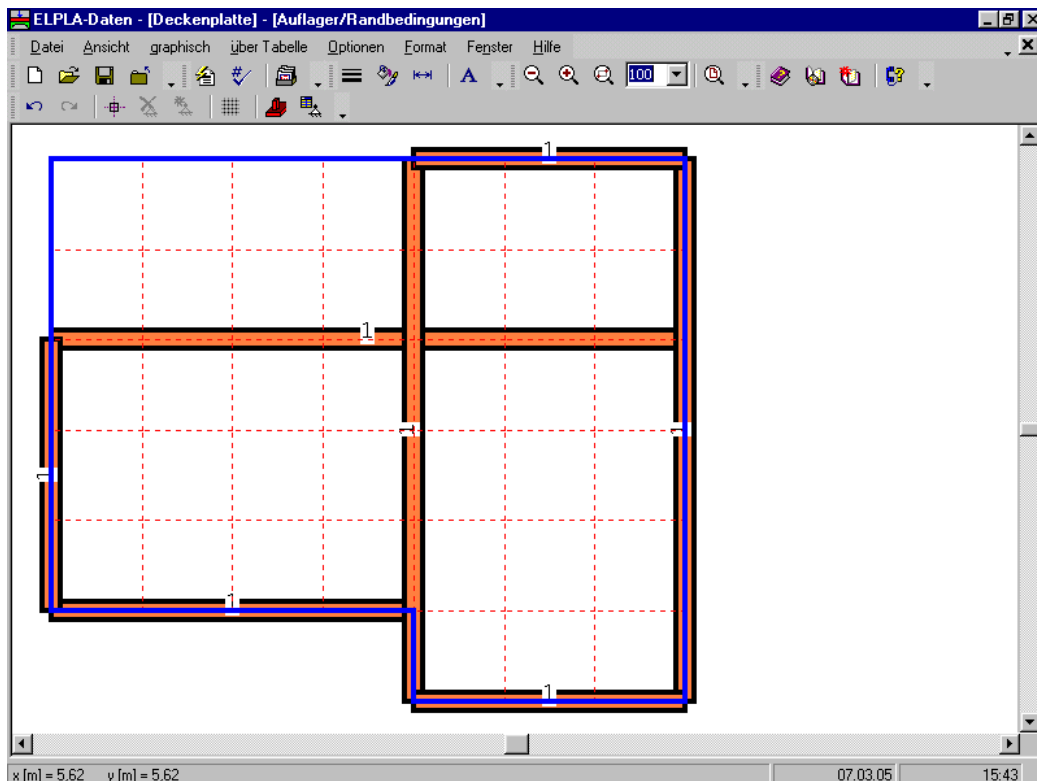

Bild 2-23 Stäbe im Fenster des eingebetteten Programms "Daten der Auflager/ Randbedingungen"
Nach dem Klicken von "OK" im Kontrollfeld "Gruppierung anzeigen" sollte der Bildschirm wie das folgende Bild 2-23 aussehen.
- Wählen Sie "Knoten markieren" aus dem Menü "graphisch" im Bild 2-23. Wenn dieser Befehl gewählt wird, ändert sich der Cursor von einem Pfeil zu einem Kreuz